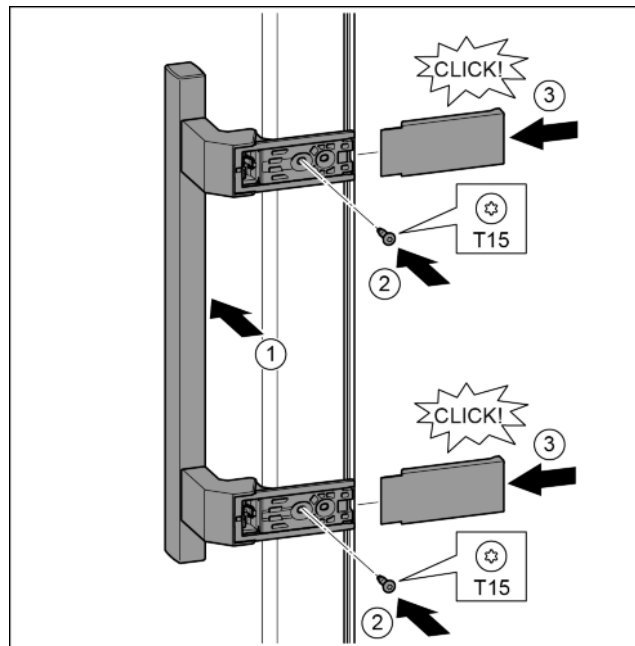

Fig. 16
- ▶ Установить ручку на противоположной стороне. Fig. 16 (1)
- ▶ Затянуть винты отверткой T15. Fig. 16 (2)
- ▶ Установить крышки сбоку и надвинуть. Fig. 16 (3)